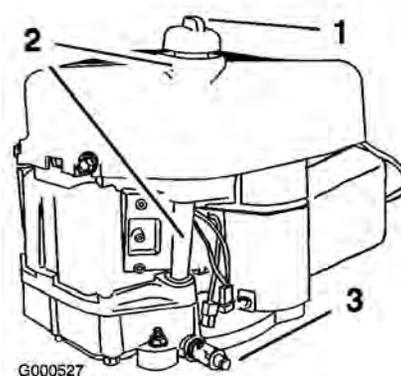

Figure 24
- Nettoyez la surface autour de la jauge d'huile (Figure 24) pour éviter que des impuretés ne s'introduisent dans le goulot de remplissage, ce qui risquerait d'endommager le moteur.
- Nettoyez la surface autour du bouchon de la jauge d'huile et dévissez le bouchon (Figure 24).
- Versez avec précaution environ 80% de la quantité d'huile spécifiée dans le goulot de remplissage (Figure 24)